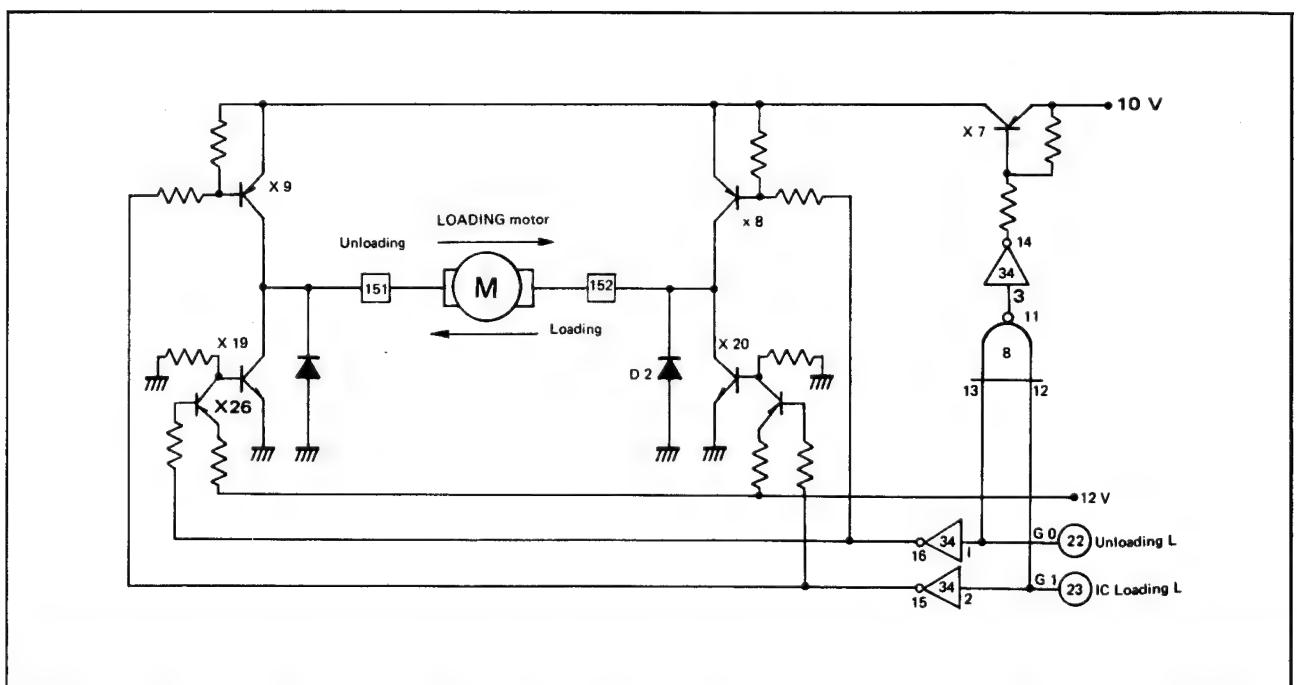

Fig. 2-68 Fädelmotor-Steuerung
2. Fädelmotorantrieb (Fig. 2-68)